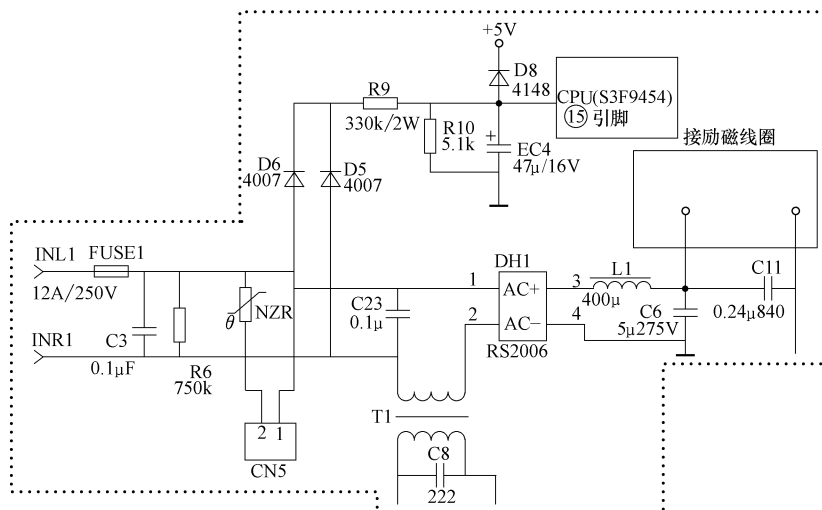

图 4-87 CPU 芯片⑮引脚 (VIN) 相关电路截图
维修笔记 CPU (S3F9454) 芯片⑮引脚 (VIN) 相关电路截图如图 4-87 所示。